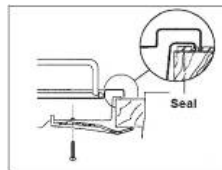

Figura 7
- Fixe a placa com as braçadeiras de fixação e parafusos relevantes, como mostrado no diagrama. Quando os parafusos tiverem sido apertados, o selo em excesso pode ser removido. (Ver Figura 7\*)